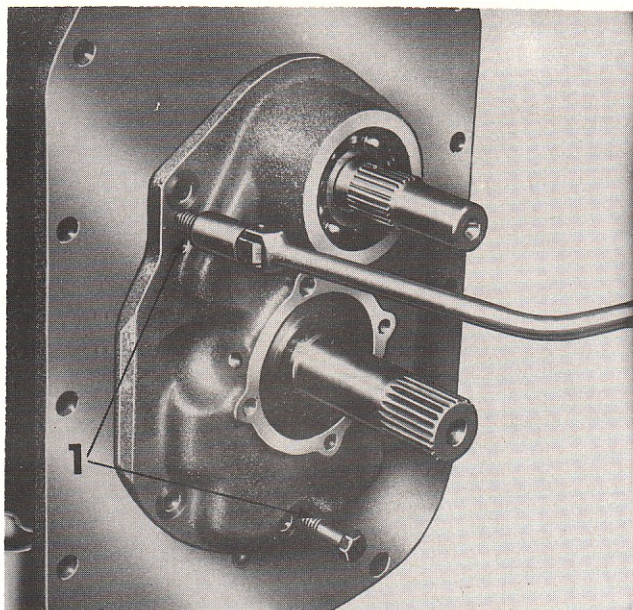

FIGURE 67 : Vis de décollage du support arrière — 1 = Vis de décollage.
3. Extraire les cinq boulons du support arrière, puis en revisser deux dans le support arrière comme vis de décollage pour séparer le support du carter (Figure 67).